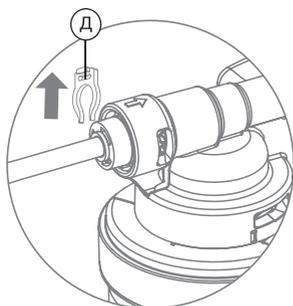

Рис. 12
1. Удалите стопорную клипсу (Д) (рис. 12).